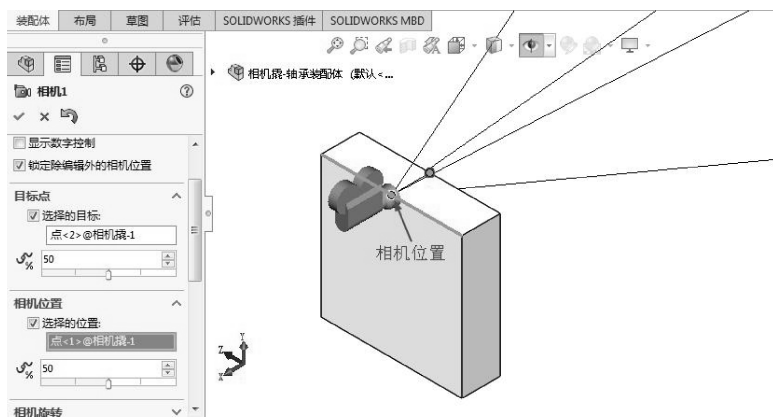

图 8-26 选择相机位置
- 13 接着选择相机撬顶面后边线的中点作为相机位置，如图 8-26 所示。